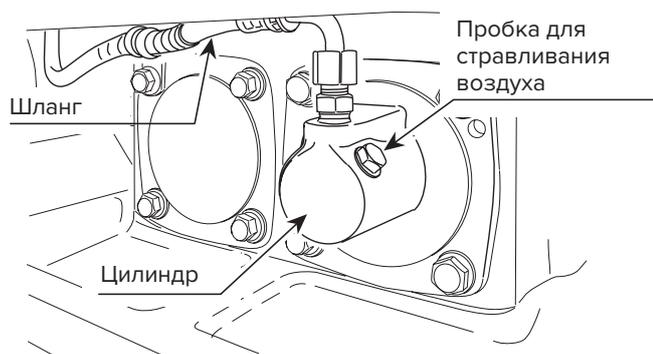

Рис. 47
2. После слива масла поставьте шланг виброустановки на место. Переместите рычаг хода в крайнее переднее положение и подсоедините его к скобе с помощью веревки (см. рис. 47, 48).
4. Снимите пробку для стравливания воздуха цилиндра виброустановки. Из отверстия начнет выходить масло. После того как исчезнут пузырьки воздуха, установите пробку на место. Затяните ее (рис. 47).